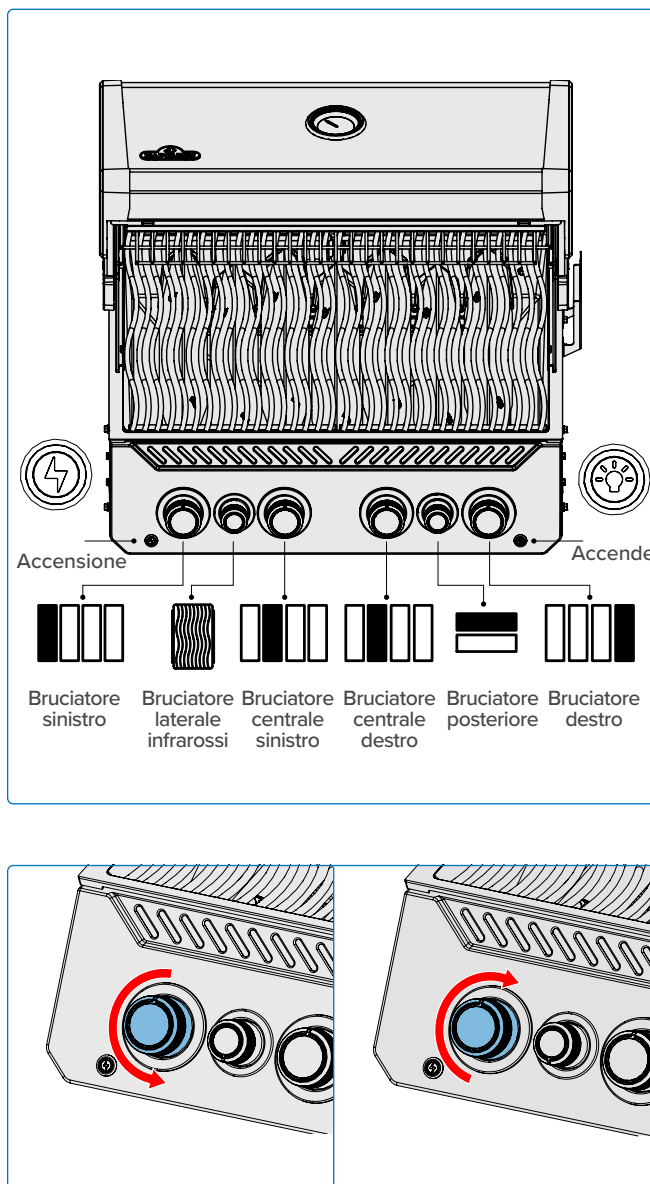

Fig. 6
4. Se il pilota e il bruciatore non si accendono dopo 5 secondi – ruotare il comando in senso orario nella posizione OFF. Attendere 5 minuti affinché il gas si disperda. Ripetere i passaggi 2 e 3, o accendere con un fiammifero. **(Fig. 6).**
5. Se il bruciatore non si accende – ruotare il comando del bruciatore in senso orario nella posizione OFF. Attendere 5 minuti. Ripetere i passaggi 3 e 4. **(Fig. 6).**